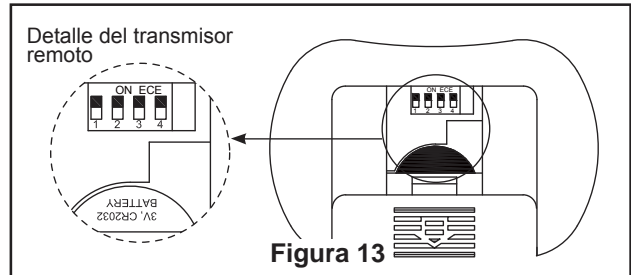

Figura 13
1. Para configurar el código del transmisor, extraiga la carcasa de la batería presionando firmemente debajo de la flecha y deslice la carcasa hasta extraerla. Mueva los interruptores de código hasta colocar el código de selección en la posición arriba o abajo. Los ajustes de fábricas vienen con todos los interruptores hacia arriba. No utilice esta posición. Con un destornillador pequeño o con una lapicera deslice firmemente hacia arriba o hacia abajo. (Figura 13)